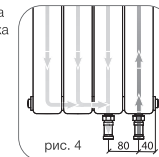

рис. 4
- 8.3. Радиатор подключается к трубопроводам с помощью раздельных узлов (кранов) нижнего подключения прямых или угловых G3/4 евроконус (рис. 4).